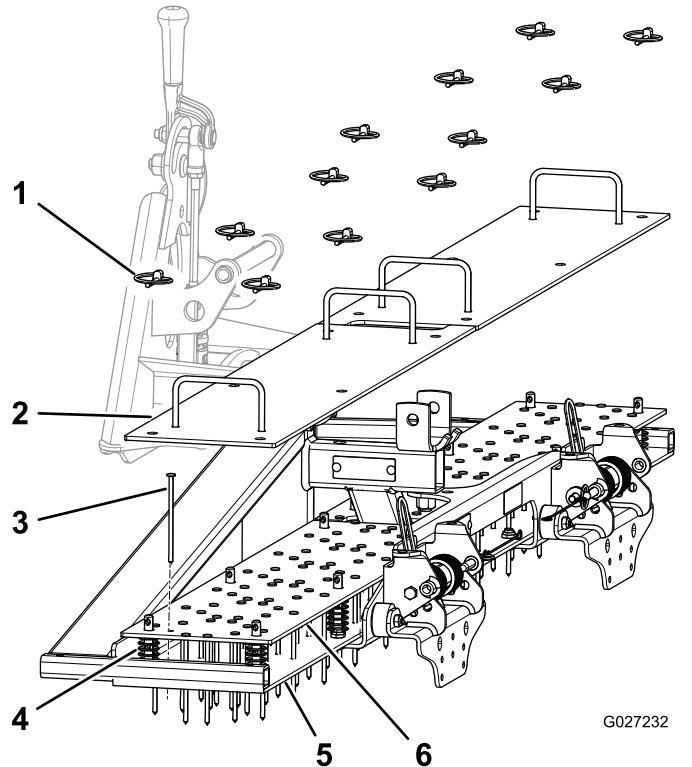

Figure 3
2. Retirez les goupilles à anneau (Figure 3).
3. Déposez les plaques supérieures (Figure 3).
4. Déposez les dents (Figure 3).
5. Déposez les porte-dents (Figure 3).